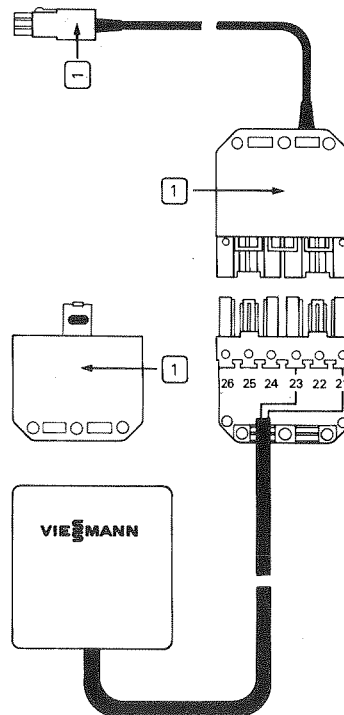

Abb. 4.2
1. Etiketten 1 auf die drei Steckverbinder nach Abb. 4.2 kleben.
2. Anschlußleitung des Außentempersensors (2-adrig) nach Abb. 4.2 im Steckverbinder anschließen. Weitere Verwendung dieser Anschlußleitung siehe Kapitel „Zusätzliche Anschlußmöglichkeiten (Telefonkontakt)“ auf Seite 4-18.